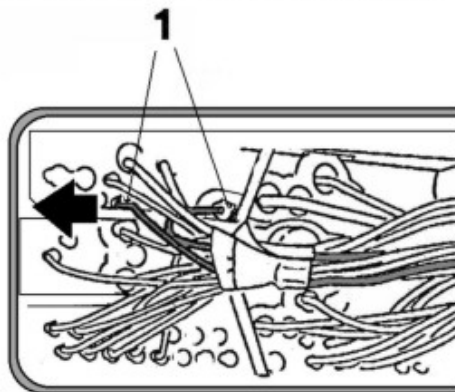

Bild 1.
5. Sätt i kabelbryggan i kabelsatskontakten XE2 (bild 1):